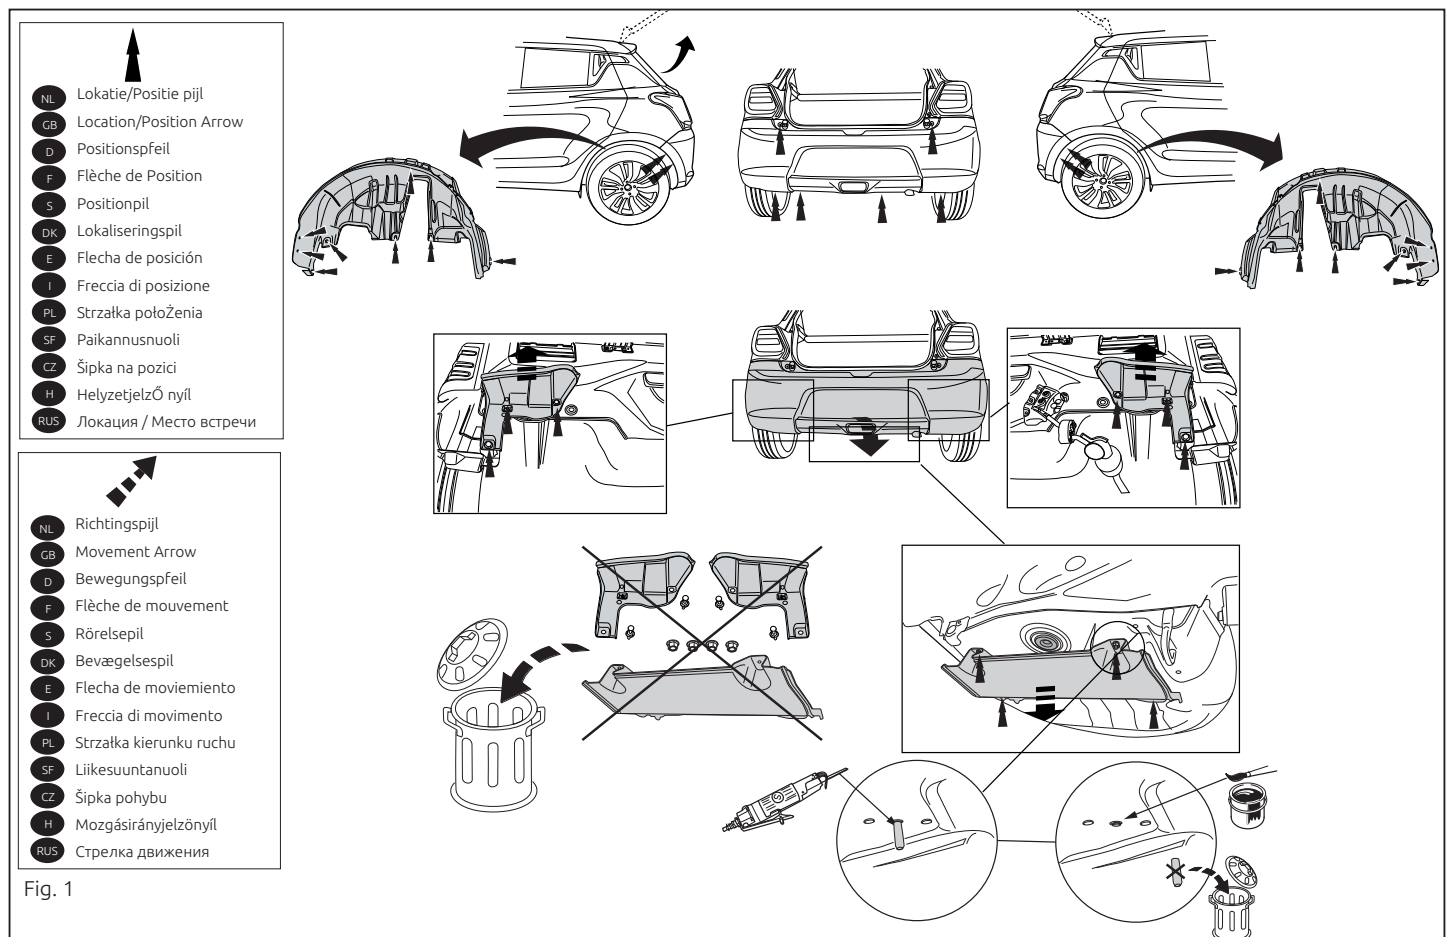

Fig. 1
- 1. Remove the bumper. Remove the plastic sections as indicated. See figure 1. **If present:** Saw out the indicated section from figure 1.
1. Die Stoßstange abmontieren. Die angegebenen Kunststoffteile entfernen. Siehe Abbildung 1. **Falls vorhanden:** Gemäß Abb. 1 die angegebene Teil abschneiden.
Voir la figure 1. **Si présents:** Découper la partie indiquées conformé-
ment à la figure 1.
1. Снять бампер. Снять указанные пластмассовые части. См. рисунок 1. **Если имеется/имеются:** Отпилить обозначенную часть, как указано на рис. 1.
1. Demonter kofangeren. Demonter de angivne kunststofdele. Se fig. 1. **Om de findes:** Sav den markerede del ud ifølge figur 1.